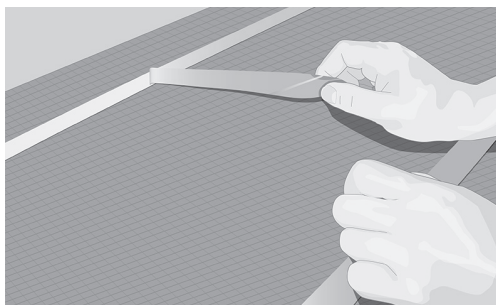

Рис. 9. Прокладывание двухсторонней ленты и удаление защитного слоя
9. Закрепите кабель на двухсторонней ленте, удаляйте защитную ленту по мере прокладки кабеля (рис. 9 и 10).